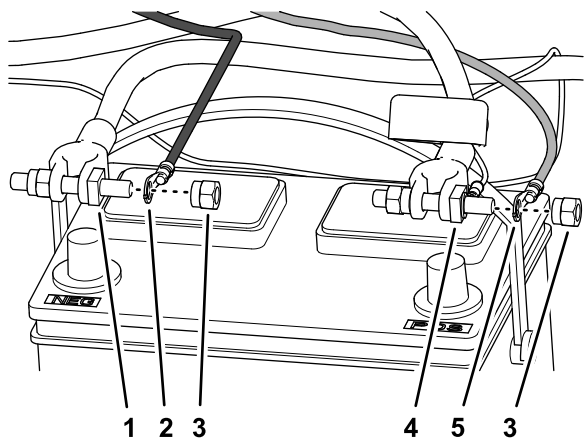

Рисунок 13
2. Прикрепите круглую клемму жгута проводов питания провода, обозначенную BATTERY (-) ("-" АККУМУЛЯТОРА), к зажимному болту отрицательного кабеля аккумулятора с помощью зажимной гайки (Рисунок 13).
3. Прикрепите круглую клемму жгута проводов питания провода, обозначенную BATTERY (+) ("+" АККУМУЛЯТОРА), к зажимному болту положительного кабеля аккумулятора с помощью зажимной гайки (Рисунок 13).